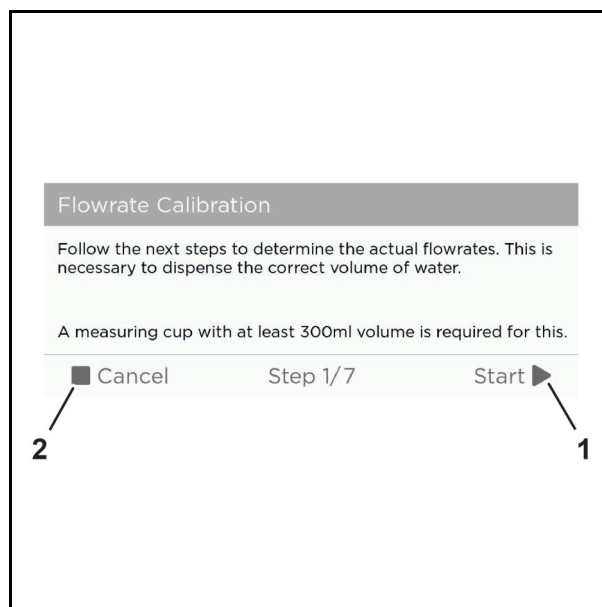

Abb. 57 Beispielgrafik
1. Tippen Sie auf die Schaltfläche "Start" (Abb. 57/1), um mit der Kalibrierung zu beginnen oder "Cancel" (Abb. 57/2), um die Kalibrierung abzu-brechen.